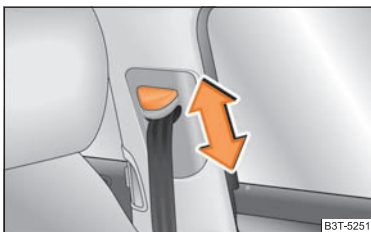

Fig. 151 Scaun față: Reglarea pe înălțime a centurii
- Împingeți dispozitivul în poziția dorită în sus sau în jos ⇒ fig. 151.